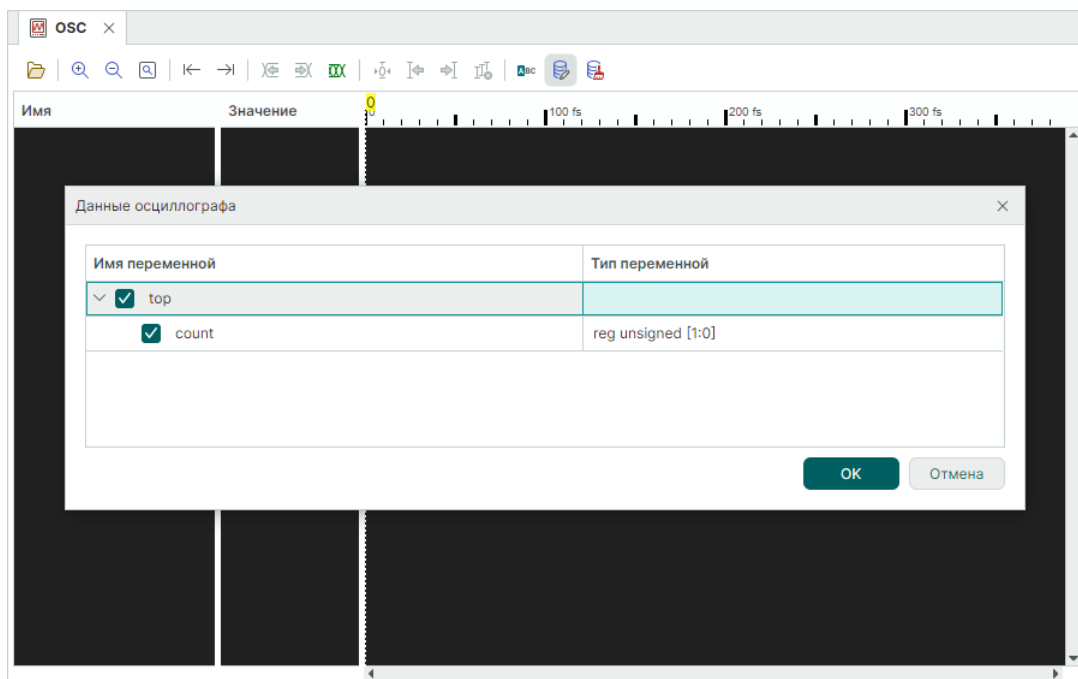

Рис. 40 Выбор необходимых данных
3. В открывшемся окне выберите данные путем установки флага рядом с данными, которые необходимо будет учесть при работе с осциллографом, см. Рис. 40. Нажмите «ОК».